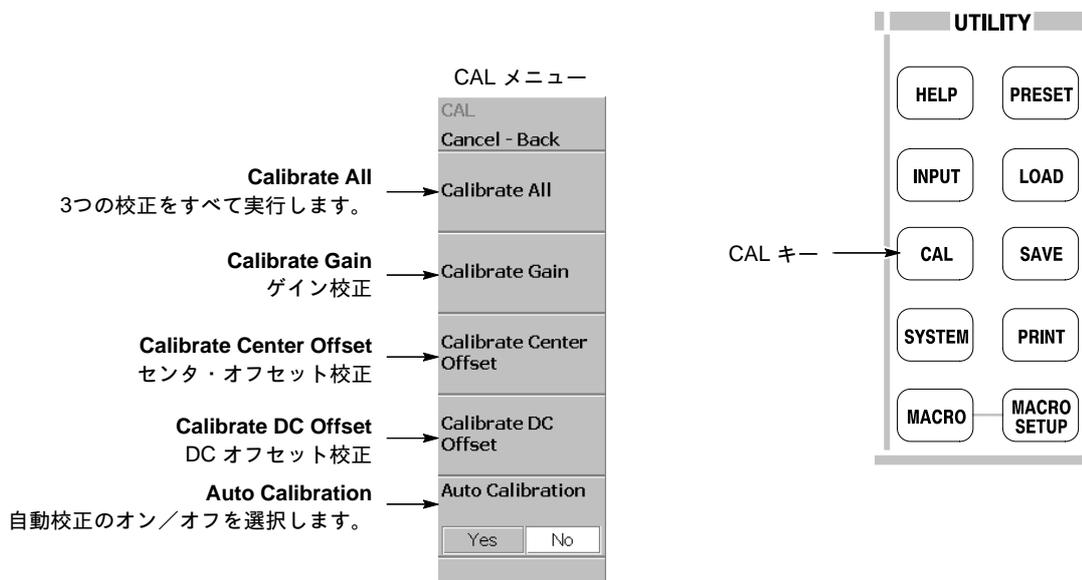

図 1-18 : 校正メニュー
1. 前面パネルの **CAL** キーを押します (図 1-18)。